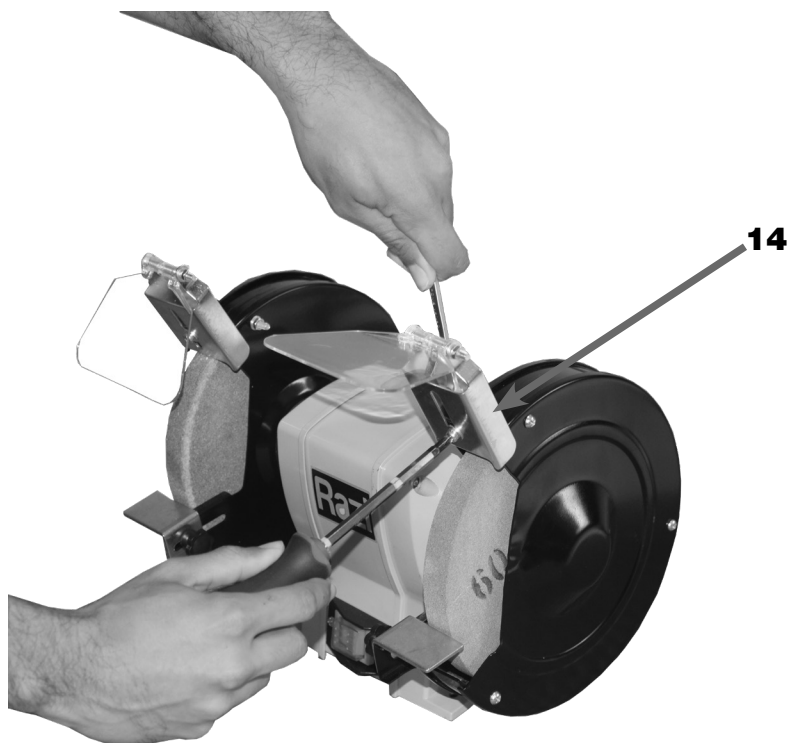

FIGURA 10 – Fixação da Proteção Frontal
6. FIXAR o Suporte da Proteção Frontal (14) utilizando o Parafuso Phillips e Porca M5, com o auxílio de uma Chave Phillips e uma Chave Fixa 8 mm (figura 10);